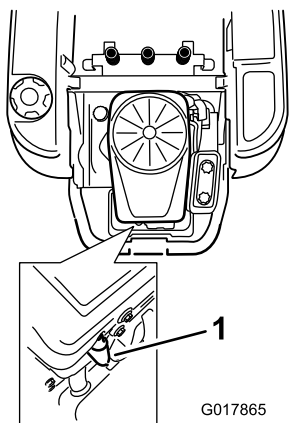

Figura 33
3. Scollegate il cappellotto dalla candela (Figura 33).